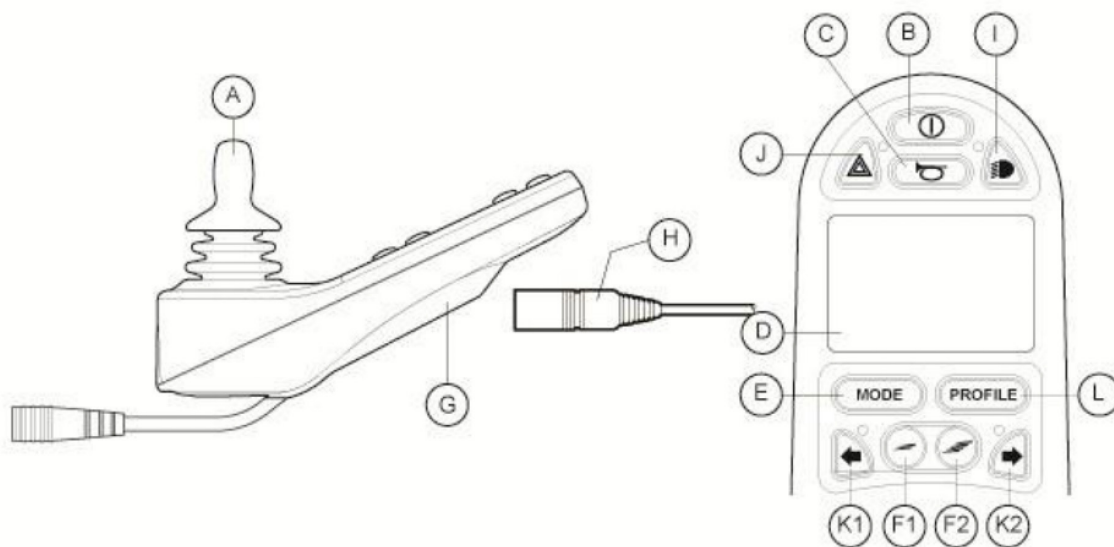
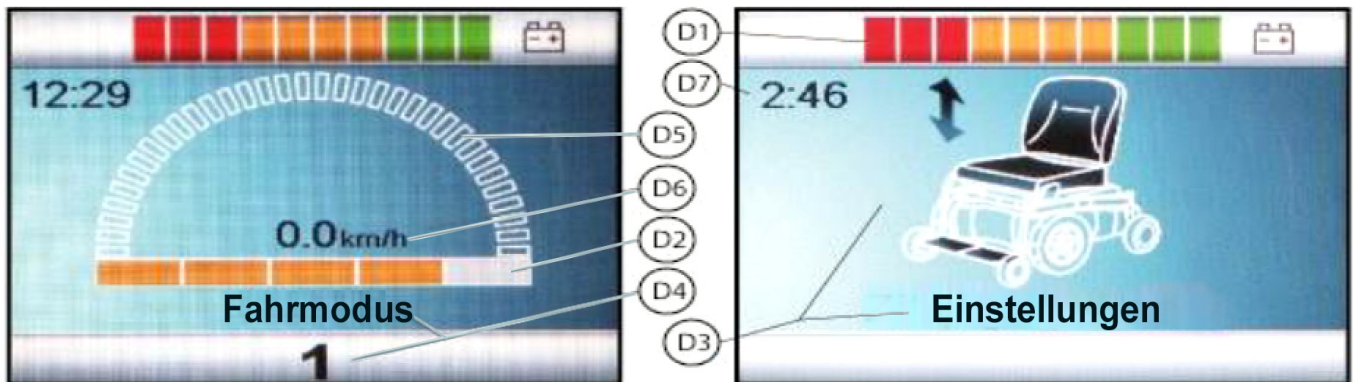

Abb. 1.2
Abb. 1.3
Um mit dem Rollstuhl fahren zu können oder um die elektrischen Einstellungen vornehmen zu können, muss die Steuerung eingeschaltet werden. Drücken Sie hierzu auf den Ein-/Ausschalter (B in Abb. 1.2).
Die Höchstgeschwindigkeit wird über den Geschwindigkeitsregler am Bedienteil eingestellt (F1 und F2 in Abb. 1.2). Auf dem Bildschirm gibt der Geschwindigkeitsbalken grafisch die Maximalgeschwindigkeit an (D2 in Abb. 1.3). Während der Fahrt wird die Geschwindigkeit mit dem Joystick eingestellt. Wird der Joystick nur ein kleines bisschen bewegt, dann ist auch die Geschwindigkeit gering.
Mit diesem Bedienteil können Sie mehrere Fahrprofile nutzen. So kann ein Fahrprofil für die Verwendung in der Wohnung den Stuhl „ruhig“ reagieren lassen. Für draußen ist es möglich, den Rollstuhl „temperamentvoller“ einzustellen. Der Name des aktuellen Profils steht unter dem Geschwindigkeitsbalken (D4 in Abb. 1.3). Mit R-Net ist es möglich, innerhalb jedes Profils die Geschwindigkeit zu regeln.
Zum Ändern des Profils muss die „Profile“-Taste gedrückt werden (L in Abb. 1.2). Drücken Sie auf die „Profile“-Taste, bis das gewünschte Profil ausgewählt wurde.
- Gehen Sie in den Modus „Einstellungen“, indem Sie die Taste „Mode“ drücken (E in Abb. 1.2). Die Steuerung befindet sich jetzt im „Einstellungsmodus“. Es ist jetzt nicht mehr möglich zu fahren. Die Wahl der elektrischen Einstellungen und das Bedienen erfolgen über den Joystick. Alle Verstellungen erfolgen stufenlos, nach dem Loslassen des Joysticks „verharrt“ der Sitz in dieser Position und sinkt weder ab noch fährt zu einem Endpunkt weiter.
- Beleuchtung (I in Abb. 1.2)
- Warnlicht (J in Abb. 1.2)
- Blinker (K1 & K2 in Abb. 1.2)